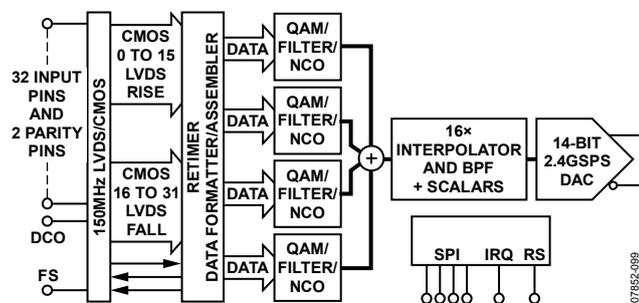

図 70. トップレベルの機能ブロック図
AD9789は、2400 MSPSの高性能な14ビットDACが組み合わされた柔軟性の高いデジタル・シグナル・プロセッシング (DSP) エンジンです (図 70)。DSPブロックにはQAMエンコーダ、2倍アップサンプリングの平方根レイズド・コサイン (SRRC) フィルタ、16~512 倍の範囲で選択可能なインターポレータ、レート・コンバータ、複素 (IQ) 変調器が内蔵されています。デジタル・インターフェースは、最大4チャンネルの複素数 (IQ) データを受けられます。QAMエンコーダは16、32、64、128、256のコンスタレーション数に対応します。また内蔵のレート・コンバータにより、固定のDACサンプリング・クロックでも、柔軟性の高いボーレートが実現できます。デジタル・アップコンバータでは、入力信号をDC~0.5 × fDACの範囲に変換できます。アナログ・ミックス・モードでは、出力スペクトルを2次と3次ナイキスト領域で増大可能です。